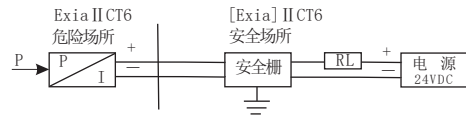

图 7-1
f) 本质安全型变送器须配用安全栅才能在有爆炸性混合物的危险场所使用。安全栅应符合GB3836.4-2010《爆炸性气体环境用电气设备第4部分本质安全型“i”》的规定，并经有关防爆部门进行防爆试验并取得防爆合格证。安装应按其使用说明书的要求进行。系统接线如图7-1所示。